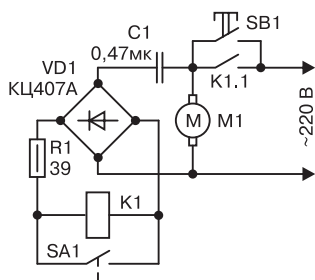

Рис. 15.8. Принципиальная схема автомата отключения насоса с поплавковым датчиком
- ♦ этап 1 — при неполном баке контакты датчика SA1 разомкнуты (рис. 15.8).